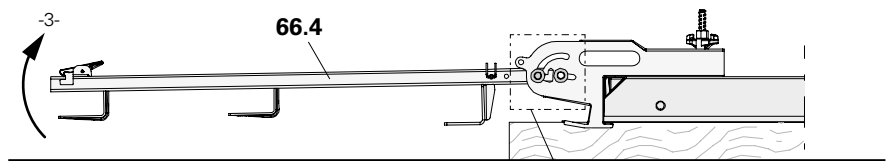

Fig. A7.26b
3. Serrer l'écrou papillon (66.3). (Fig. A7.26b)
- 3- installer (Fig. A7.26b).